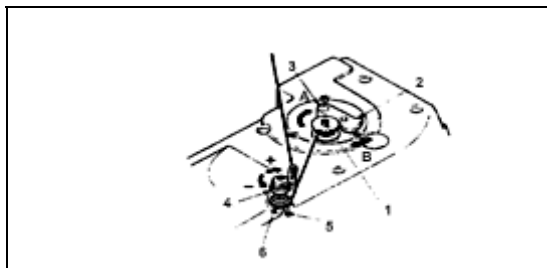

Fig. 4
7. ENCHENDO DA CARRETILHA (fig. 4)